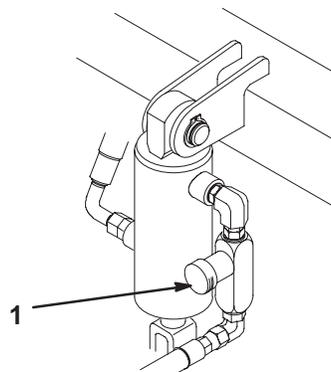

Bild 44
Der Hub-/absenkungskreis der Mähwerke ist mit einem Stromventil ausgerüstet (Bild 44). Dieses Ventil wird im Werk um ungefähr 3 Umdrehungen geöffnet. Zum Ausgleichen unterschiedlicher Hydrauliköltemperaturen und Mähgeschwindigkeiten usw. müssen Sie dieses Ventil jedoch u. U. einstellen. Gehen Sie dabei folgendermaßen vor:
1. Heben Sie den Sitz an und finden Sie das Stromventil (Bild 44), das sich neben dem Hydraulikzylinder am mittleren Zuggestell befindet.